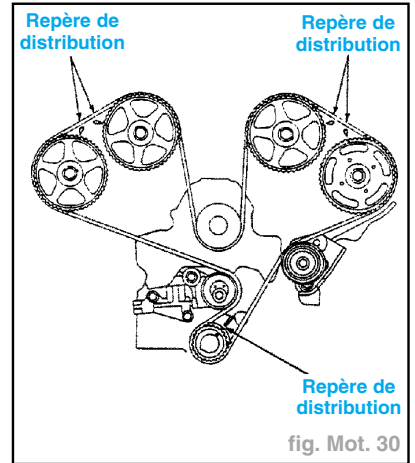

fig. Mot. 30
- Dépose de la courroie de distribution (fig. Mot. 30) :
- Vérifier si chaque repère de calage de pignon est aligné (fig. Mot. 30).